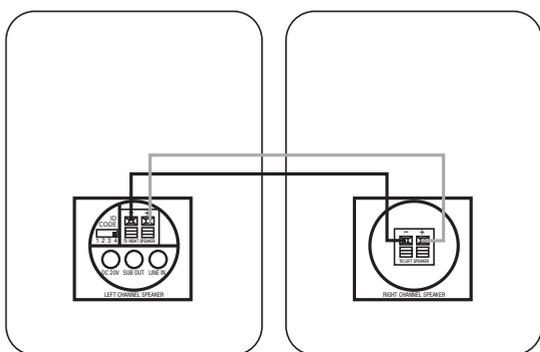

Figure 3.
Étape 3. Branchez le câble d'enceinte (inclus) entre les terminaux à poussoir de l'enceinte active ⑥ et les terminaux à poussoir à l'arrière de l'enceinte passive ⑩. Voir la Figure 3. Veuillez noter que le câble d'enceinte fourni possède un fil rayé polarisé pour aider à distinguer ses deux conducteurs. Utilisez ce fil rayé polarisé pour vous assurer de brancher le terminal positif (+) d'une enceinte au terminal positif (+) de l'autre enceinte, et le terminal négatif (-) à l'autre terminal négatif (-). Cela n'a aucune importance que le fil rayé polarisé raccorde les terminaux positifs (+) ou négatifs (-).
Étape 3. Branchez le câble d'enceinte (inclus) entre les terminaux à poussoir de l'enceinte active ⑥ et les terminaux à poussoir à l'arrière de l'enceinte passive ⑩, comme indiqué à la Figure 3. Veuillez noter que le câble d'enceinte fourni possède un fil rayé polarisé pour aider à distinguer ses deux conducteurs. Utilisez ce fil rayé polarisé pour vous assurer de brancher le terminal positif (+) d'une enceinte au terminal positif (+) de l'autre enceinte, et le terminal négatif (-) à l'autre terminal négatif (-). Cela n'a aucune importance que le fil rayé polarisé raccorde les terminaux positifs (+) ou négatifs (-).
Étape 4. Raccordez le module de transmission ⑫ et l'enceinte active ⑦ à la prise murale avec le bon cordon et l'alimentation correcte. Assurez-vous que l'antenne du transmetteur ⑪ est déployée vers le haut.
Étape 5. Assurez-vous que le réglage du code ID sur le transmetteur ⑬ est identique au réglage défini sur l'enceinte active ⑤. Consultez la page 6 de ce manuel pour en savoir plus sur les codes ID. Si nécessaire, configurez votre récepteur afin d'activer les sorties préamplifiées pour les canaux avant/principal (consultez le manuel d'utilisation de votre source pour en savoir plus).
Étape 3. Branchez le câble d'enceinte (inclus) dans les terminaux à poussoir de l'enceinte active ⑥ et dans les terminaux à poussoir à l'arrière de l'enceinte passive ⑩, comme indiqué à la Figure 3. Veuillez noter que le câble d'enceinte fourni possède un fil rayé polarisé pour aider à distinguer ses deux conducteurs. Utilisez ce fil rayé polarisé pour vous assurer de brancher le terminal positif (+) d'une enceinte au terminal positif (+) de l'autre enceinte, et le terminal négatif (-) à l'autre terminal négatif (-). Cela n'a aucune importance que le fil rayé polarisé raccorde les terminaux positifs (+) ou négatifs (-).